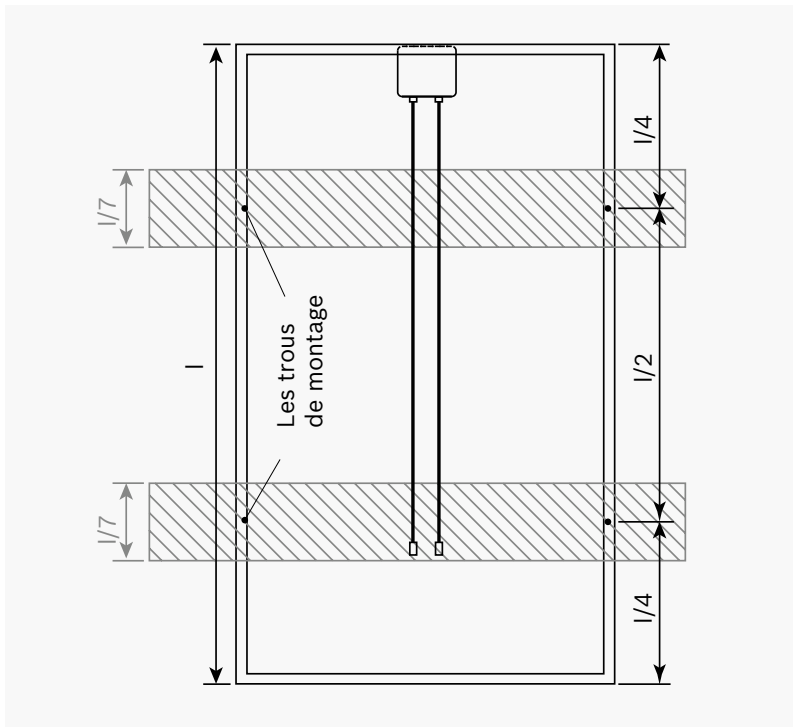

Figure 1 : zone de fixation à la verticale
- ▶ Respecter les zones de fixation représentées dans les **figures 1 et 2**.